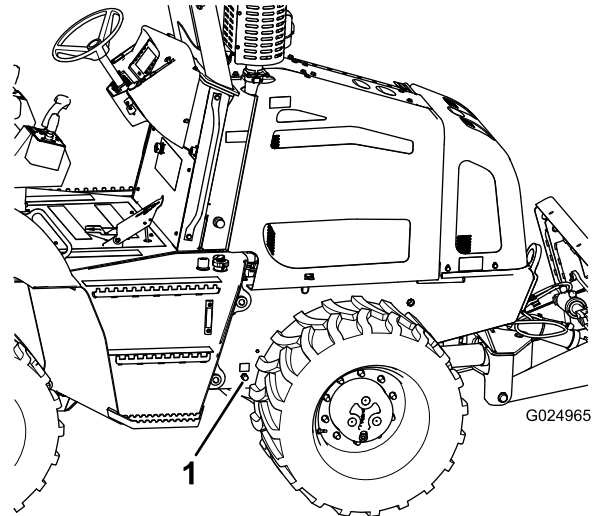

Figura 64
4. Posicione uma bandeja de drenagem com capacidade mínima de 20 L (21 qt dos E.U.A.) sob o bico de drenagem do óleo do motor (Figura 64).
5. Remova completamente a tampa do bico de drenagem e aguarde o escoamento completo do óleo do motor (Figura 64).
7. Instale a tampa no bico de drenagem (Figura 64).
1. Remova a tampa do tubo de enchimento da cobertura da válvula girando a tampa e puxando-a para cima (Figura 64).